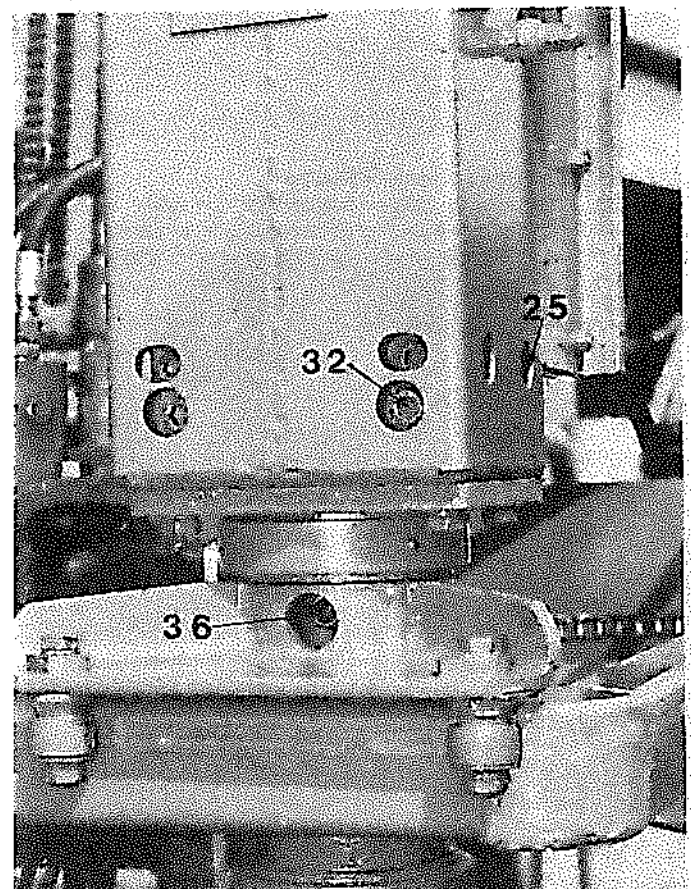

Abb. 12. Antriebskasten
- Gleitlager-Ringe Innenrohr (2x) Abb. 12
**f. Einstellung Sägentiefe (Abb. 12 und 40)**
Das Rohr, an dem die Säge befestigt ist, soll ohne Spielraum zwischen den Laufrollen im Antriebskasten laufen. Siehe Abb. 12 und 40. Falls Spielraum soll Einstellung mit den Exzenterachsen 25 und 34 (unten und oben) erfolgen.